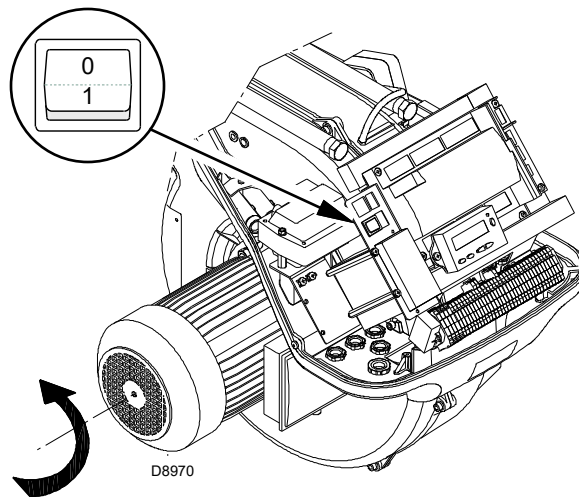

Fig. 30
Fermer les thermostats/pressostats et mettre l'interrupteur de la Fig. 30 en position "1".
Dès que le moteur démarre se positionner devant le ventilateur de refroidissement du moteur ventilateur et contrôler s'il tourne dans le sens contraire à celui des aiguilles d'une montre. Voir la Fig. 30.
- mettre l'interrupteur de la Fig. 30 sur «0» et attendre que la boîte de contrôle réalise la phase d'extinction;
Le brûleur est en état d'attente de demande de chaleur ou le sélecteur «0-1» (Fig. 30 à la page 34) est sur la position «0».
Avec le sélecteur «**0-1**» (Fig. 30 à la page 34) le brûleur ne s'arrête pas immédiatement, mais la phase d'extinction a lieu.